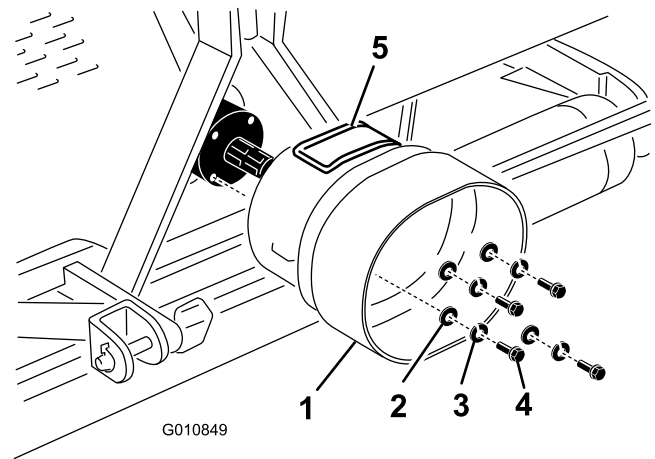

Bild 19
2. Befestigen Sie das Zapfwellenschutzblech mit den vorher entfernten Befestigungen am Aerifiziererge triebe (Bild 19). Achten Sie bei der Montage des Zapfwellenschutzbleches darauf, dass die Abdeckung (Bild 19) nach oben oder zur Seite positioniert ist, abhängig von der Konfiguration des Aerifiziererrahmens.
Hinweis: Sie können die Abdeckung (Bild 19) öffnen, um die Zapfwellenbefestigungen leichter zu entfernen und zu montieren.
1. Entfernen Sie die vier Schrauben, Sicherungsscheiben und Flachscheiben, die hinten am Aerifiziererge triebe befestigt sind (Bild 19).